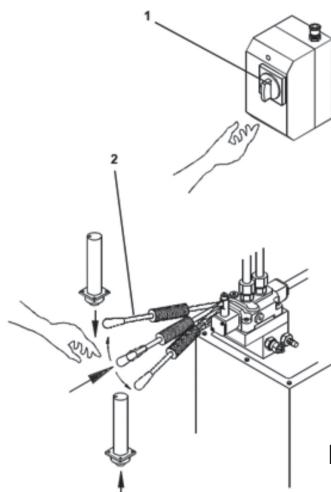

Fig 7
- Actionner l'interrupteur (1) de mise en fonction de la centrale (Fig. 7).
- Actionnez le levier (2) en le poussant et en le maintenant enfoncé vers l'unité hydraulique, puis soulevez ou abaissez le levier lui-même pour déplacer le piston.